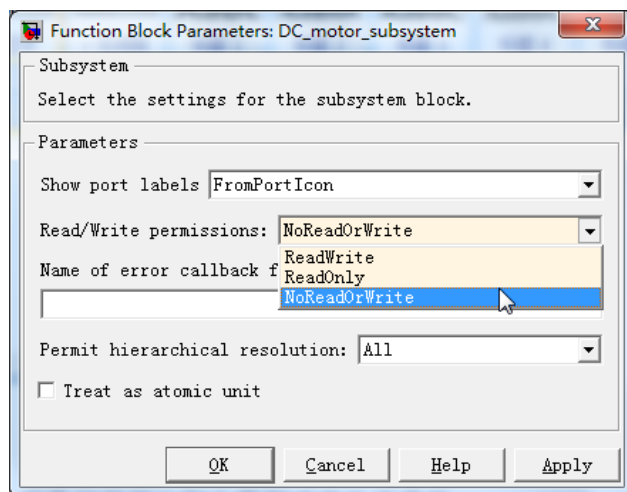

图 2.2.43 Block Parameters 页面
- 在将封装后的子系统拖入库编辑窗口之前右键点击子系统，选择 `subsystem parameters`，如图 2.2.43 所示。